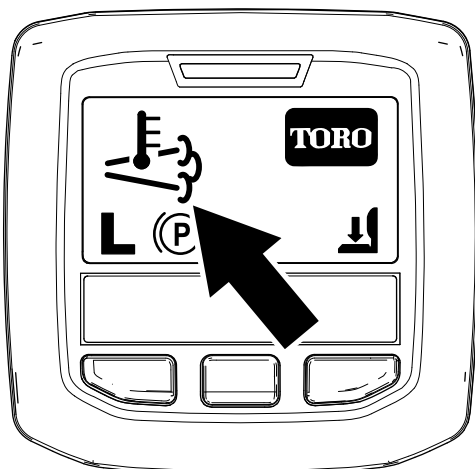

Figura 33
- El icono de alta temperatura del escape aparece en el InfoCenter (Figura 33).